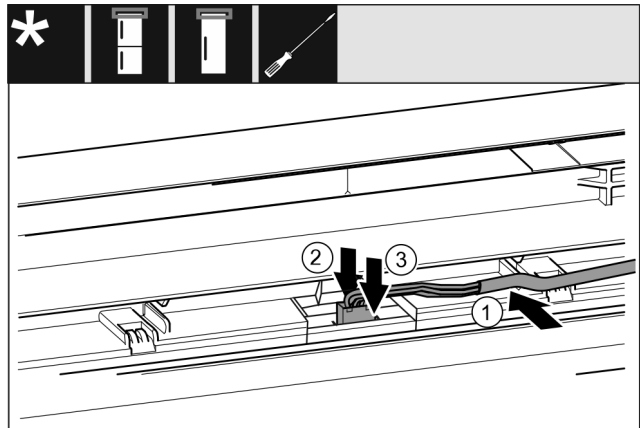

Fig. 58 Koel-/vriescombinaties / diepvriezers / koelapparaten
- Kabel Fig. 58 (1) in de geleiding in de bovenste deur leggen.
- Vergrendelingslipje Fig. 58 (2) naar achteren drukken.
- Stekker Fig. 58 (3) vastklikken.